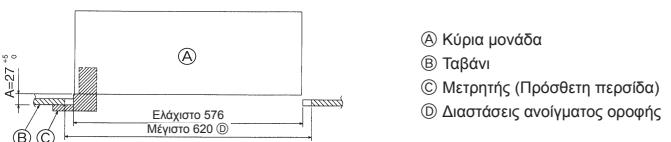

Fig. 4-6
3. Οι εγκοτές προσαρμογής του ελάσματος στήριξης είναι κατασκευασμένες έτσι ώστε η κύρια μονάδα να μπορεί να ευθυγραμμίζεται (ή να εφαρμόζει) με το άνοιγμα υποδοχής της στο ταβάνι. (Fig. 4-6)